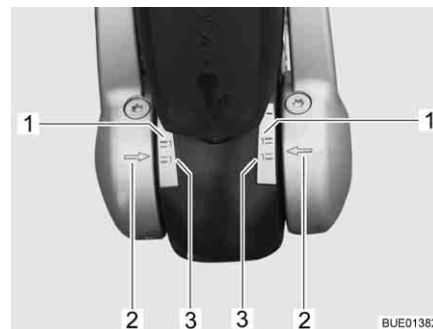

Fig. 204 Indicatore guarnizioni di attrito a sinistra e a destra
- Se le frecce sulla flangia di fissaggio disco (Fig. 204,2) si trovano sotto o sulla superficie di marcatura verde (Fig. 204,3), le guarnizioni di attrito sono considerate ancora nuove.
- Se le frecce sulla flangia di fissaggio disco si trovano all'interno delle superfici di marcatura (Fig. 204,1 e 3), le guarnizioni di attrito sono leggermente consumate.
- Se le frecce sulla flangia di fissaggio disco si trovano al di sopra della superficie di marcatura rossa (Fig. 204,1), le guarnizioni di attrito sono consumate. Far sostituire le guarnizioni di attrito.